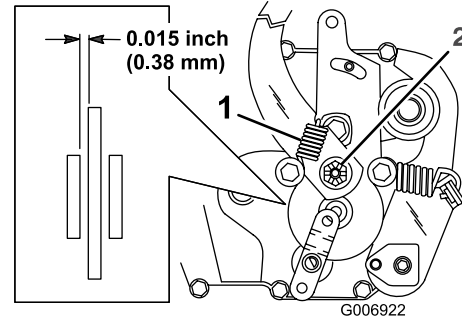

Bild 31
Die Feststellbremse befindet sich an der rechten Seite der Hinterachse im Hinterreifen (Bild 31). Wenn die Feststellbremse den Traktor nicht sicher hält, muss diese eingestellt werden.
2. Entfernen Sie die Feder vom Bremsarm (Bild 31).
3. Entfernen Sie den Splint, mit dem die Bremseinstellmutter befestigt ist und lockern Sie die Mutter (Bild 31).
4. Stecken Sie eine 0,38 mm Fühlerlehre zwischen die Bremsscheibe und die Bremsbacke (Bild 31).